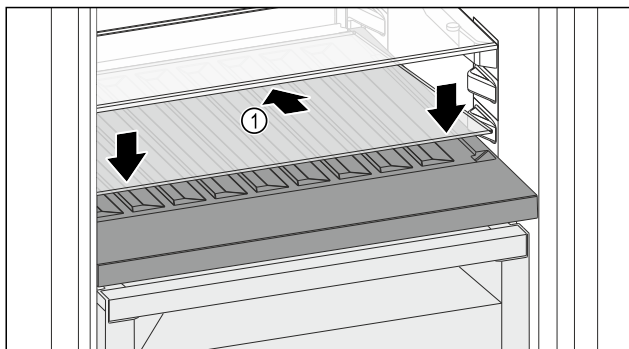

Fig. 88
- Glasplaat Fig. 88 (1) schuin naar achteren en naar beneden plaatsen.
- Glasplaat Fig. 88 (1) aan de voorzijde laten zakken.